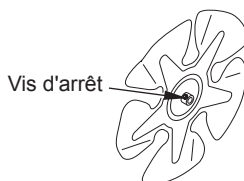

Figure 11 - Emplacement de la vis d'arrêt
3. Utilisez une clef hexagonale pour desserrer la vis d'arrêt qui retient le ventilateur à l'arbre moteur (voir figure 11). Retirez le ventilateur. Prenez garde de ne pas endommager le pas des pales du ventilateur.
3. Utilisez une clef hexagonale pour desserrer la vis d'arrêt qui retient le ventilateur à l'arbre moteur (voir figure 11, page 8).